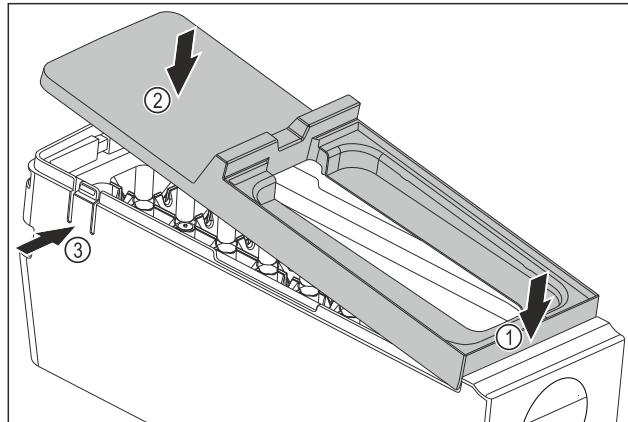

Fig. 148
- ▶ Монтаж на капака на корпуса на EasyTwist-Ice: Поставете капака отпред. Fig. 148 (1)
- ▶ Спуснете капака отзад. Fig. 148 (2)
- ▷ Капакът се фиксира с щракване в двете езичета Fig. 148 (3).